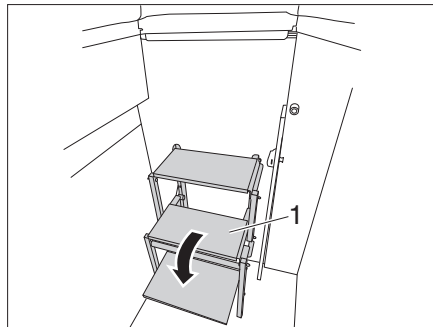

Fig. 58 Déployer le marchepied
- Déployer le marchepied (Fig. 58,1).
- Replier le marchepied (Fig. 58,1).